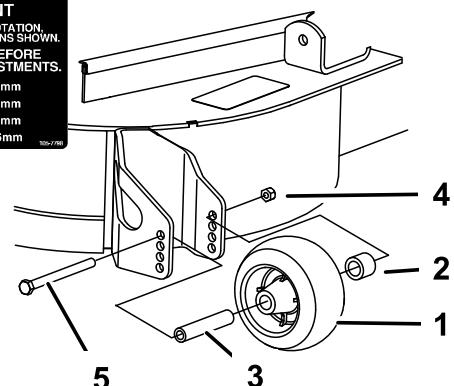

Figura 13
1. Despues de ajustar la altura de corte, ajuste los rodillos retirando la tuerca con arandela prensada, el casquillo, el espaciador y el perno (Figura 13).
3. Instale la tuerca con arandela prensada, el casquillo, el espaciador y el perno. Apriete a 54–61 Nm (Figura 13).